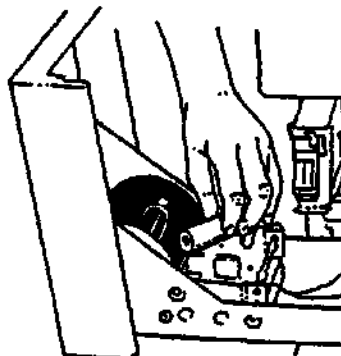

Рис. 5-18: Снятие пустой бумажной гильзы.
5. Снимите пустую бумажную гильзу и выбросьте ее (Рис. 5-18).